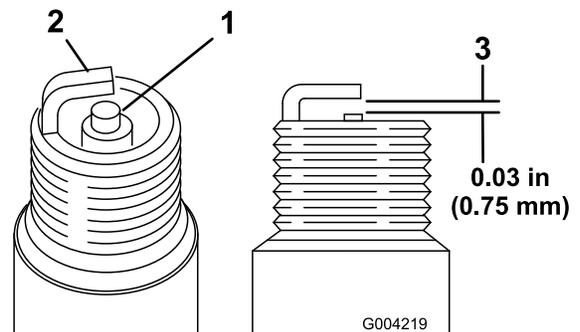

図 16
1. 中央の電極部を観察する 図 16。絶縁体部がうす茶色や灰色なら適正、碍子が黒くなっているのは不完全燃焼であるエアクリーナの汚れが原因であることが多い。
2. プラグの電極間のエアギャップ 図 16 を点検し、